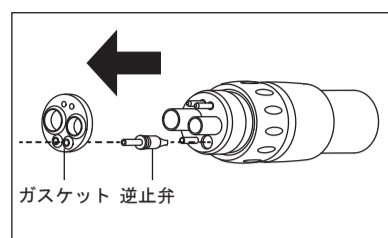

図12
- 3) 注水パイプを引き抜いて、逆止弁を取り外します。(図12)